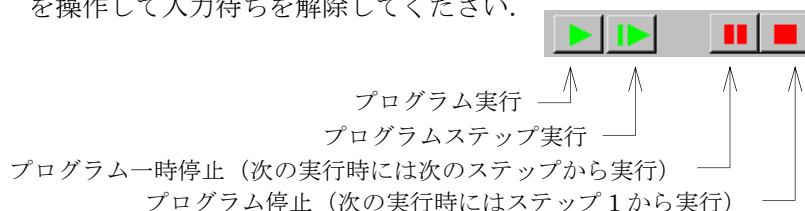

図 8.17 プログラム操作ボタン
- 詳細操作画面のプログラム操作ボタンを図 8.17 に示します。プログラム実行ボタンを押すことで、ステップ 1 から空欄ステップまでの一連のステップを連続運転します。